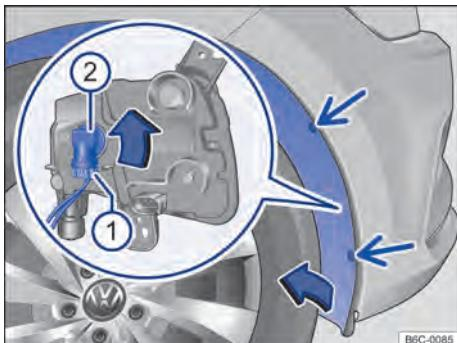

Fig. 131 Na caixa de roda dianteira: acesso à lâmpada incandescente do farol de neblina.
2. Remover os parafusos de fixação do revestimento da caixa de rodas → Fig. 131 (setas) com o auxílio de uma chave de fenda.
5. Retirar o conector de alimentação da lâmpada → Fig. 131 ①, pressionar, ao mesmo tempo, a trava de fixação do conector.
6. Girar o suporte da lâmpada → Fig. 131 ②, no sentido anti-horário até o baten-te, e desencaixá-lo do alojamento.
11. Encaixar o conector de alimentação ① no suporte da lâmpada. O conector pre-cisa encaixar audivelmente.
13. Recolocar os parafusos de fixação → Fig. 131 (setas) e apertá-los.